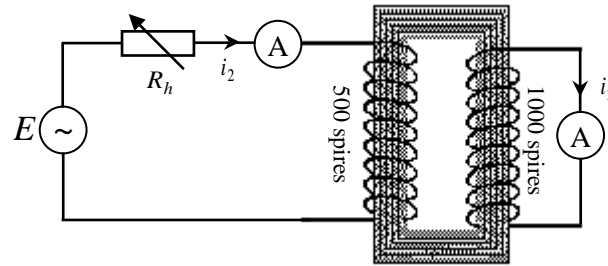

Figure 11. 4: Mode de fonctionnement de principe d'un transformateur
- Réaliser le montage de la Figure 11. 4.